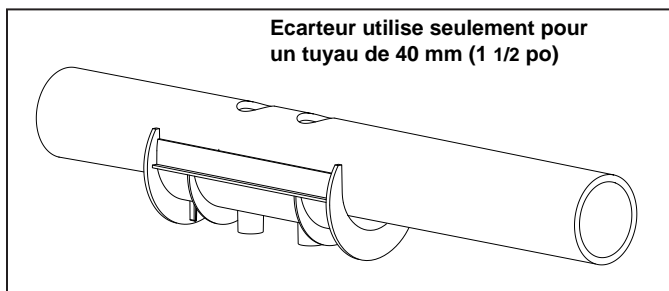

Figure 8. Écarteur de tuyau
9. Utiliser l'écarteur de tuyau tel qu'illustré en cas de montage avec un tuyau de 40 mm (1 1/2 po) (Voir Figure 8).